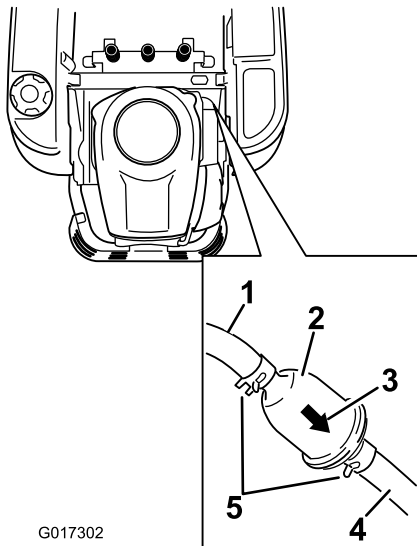

Figure 35
3. Soulevez le siège et localisez le filtre à carburant, comme montré à la Figure 35.
4. Pincez les extrémités des colliers et faites-les glisser pour les éloigner du filtre (Figure 35).
6. Posez un filtre neuf en veillant à orienter la flèche indiquant le sens d'écoulement vers le moteur. Rapprochez les colliers de flexibles du filtre (Figure 35) pour le fixer en place.